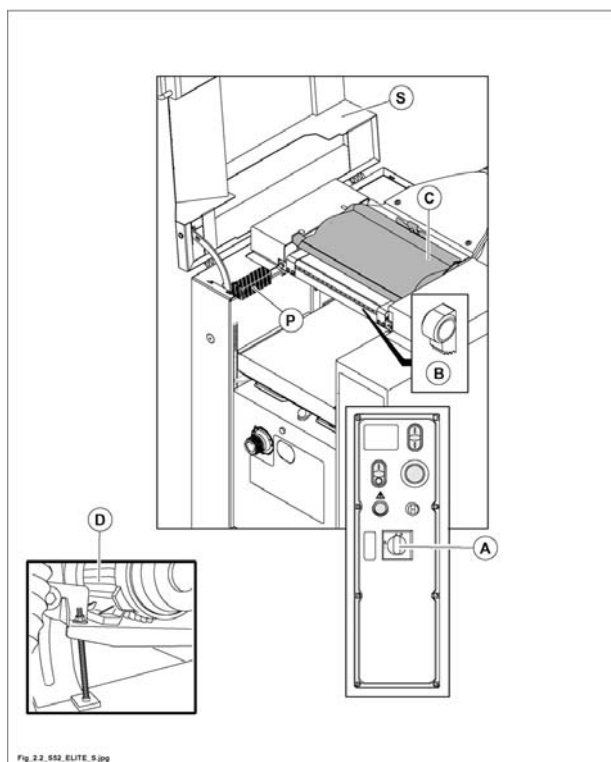

Fig. 2.2
- 2.2 Disposizione e descrizione dei dispositivi di sicurezza (Fig. 2.2) 4
2.2 DISPOSIZIONE E DESCRIZIONE DEI DISPOSITIVI DI SICUREZZA (FIG. 2.2)
- C - Protezione albero pialla (C fig. 2.2).**
arresta la macchina all'apertura del carter superiore (S fig. 2.2).